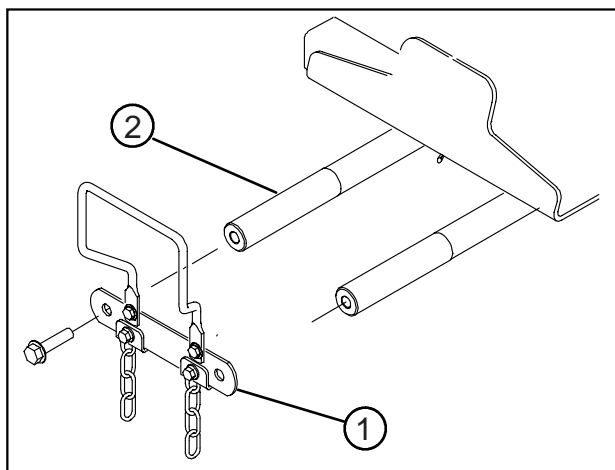

図 12
### 前昇降アームを取り付ける（図12～15）
1. 昇降アームのピボット・シャフト・リンクとピボット・シャフトを分離する（キャップスクリュ2個を外す；図12）。リンクとキャップスクリュは保管する。